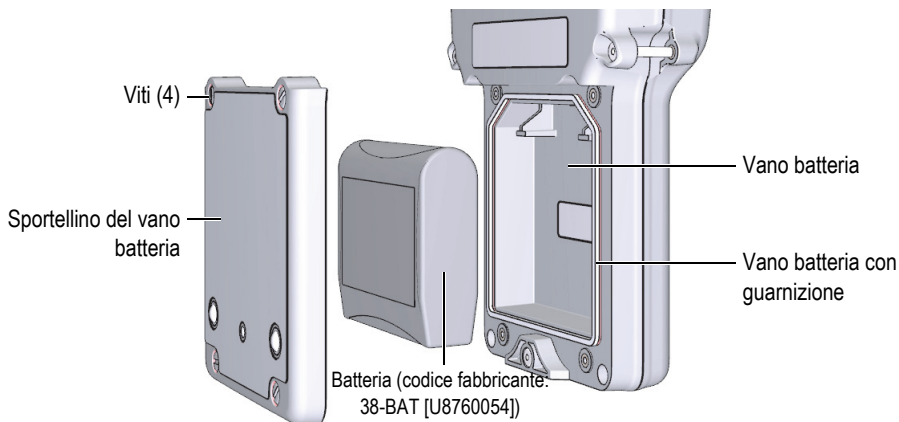

Figura 2-4 Apertura del vano batteria
La batteria è situata nel vano batteria nella parte posteriore del 39DL PLUS (vedi Figura 2-4 a pagina 54).
6. Nella parte posteriore dello strumento, allentare le due viti prigioniere che fissano lo sportello del vano batteria (vedi Figura 2-4 a pagina 54).